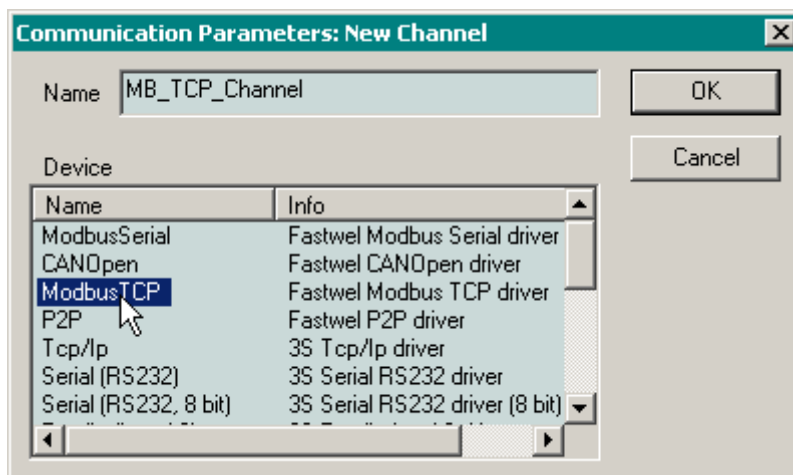

Рис. 20. Создание логического информационного канала по протоколу **MODBUS TCP**
1.8.7. Нажать кнопку **New** и в появившейся диалоговой панели ввести имя создаваемого канала (или оставить имя по умолчанию 'localhost'), а в списке **Device** выбрать строку «**ModbusTCP Fastwel Modbus TCP driver**», как показано на рис. 20.